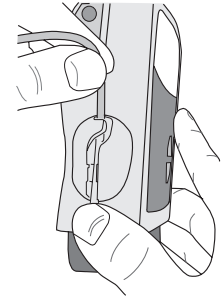

図3
- ・ゆっくりとチューブを垂直方向へ引っ張り、チューブを確実に溝にはめます (図3)。チューブ取り付けがきちんとしていない場合、ポンプ作動時に「キホウケンチ」と画面表示され、アラーム音が発生します。再度チューブを取り付け直してください。